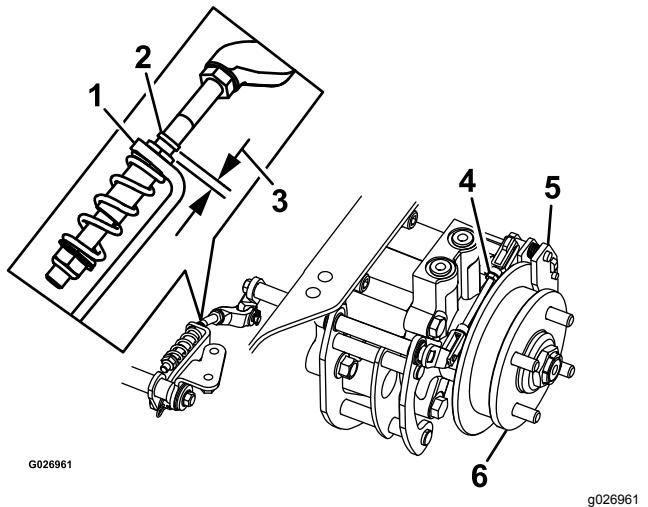

Figure 80
8. Vérifiez si un espace est visible entre le support en L et la butée de tringlerie (Figure 80).